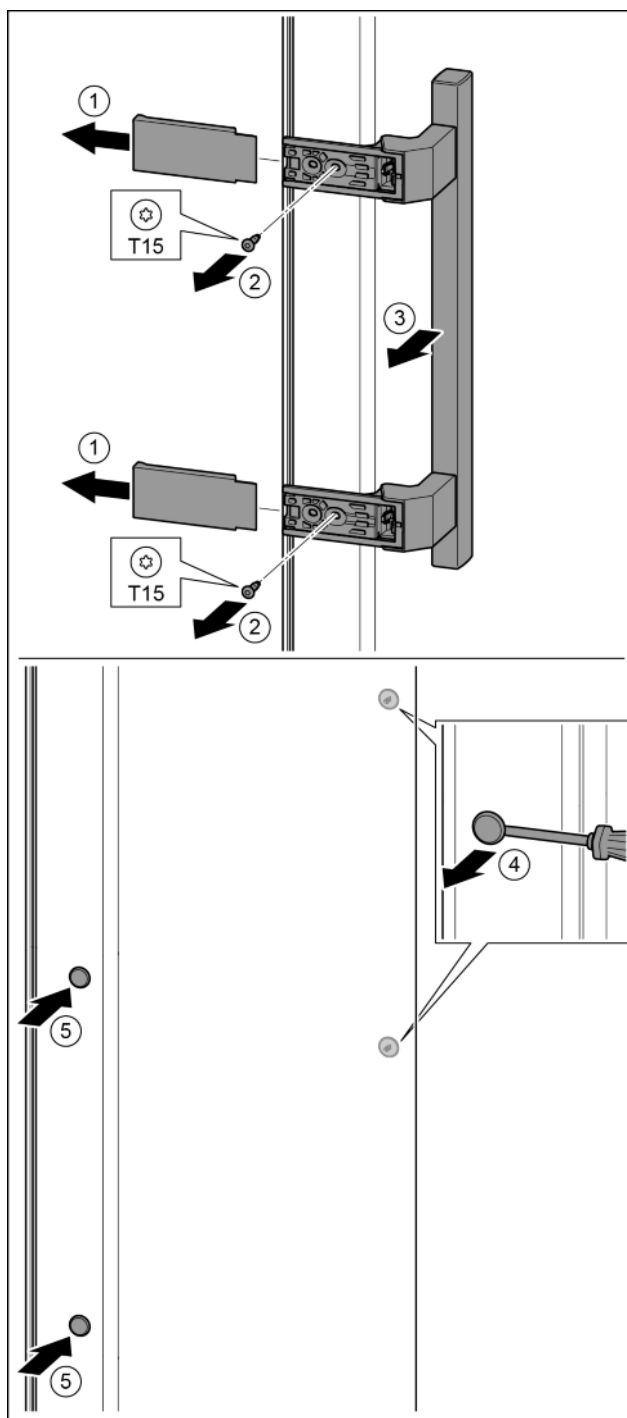

Fig. 21
- Skinite pokrov. Fig. 21 (1)
- Odvijačem T15 odvijte vijke. Fig. 21 (2)
- Skinite ručicu. Fig. 21 (3)
- Odvijačem oprezno podignite bočni čep i izvucite ga. Fig. 21 (4)
- Ponovo umetnite čep na drugoj strani. Fig. 21 (5)